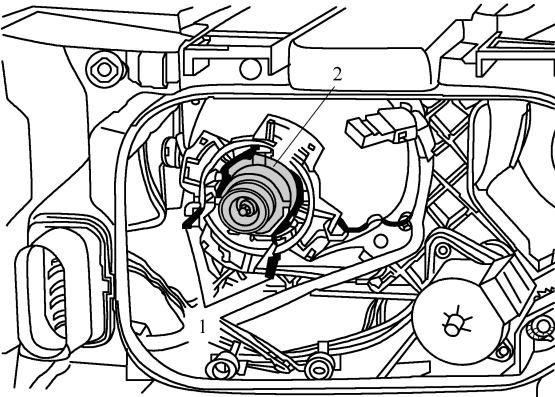

图 11-1-12 气体放电前照灯 2 从前照灯外壳中拔出
(3) 如图 11-1-12 所示, 脱开钢丝弹簧夹 1, 将气体放电前照灯 2 从前照灯外壳中拔出。